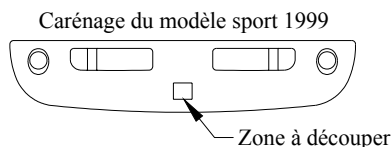

Figure 1
①	Qté (2)	Boulon hexagonal, M12 x 1.75 x 45 CL10.9	④	Qté (2)	Écrou, M12 x 1.75
②	Qté (4)	Rondelle conique, 1/2 po	⑤	Qté (4)	Boulon hexagonal, M10 x 1.5 x 35 CL10.9
③	Qté (2)	Espaceur, 2 x 1-1/2 x 1/4 po	⑥	Qté (4)	Rondelle conique, 3/8 po
*** REMARQUE :** Les modèles sport 1999 nécessitent un découpage important du carénage. Voir la figure 1.